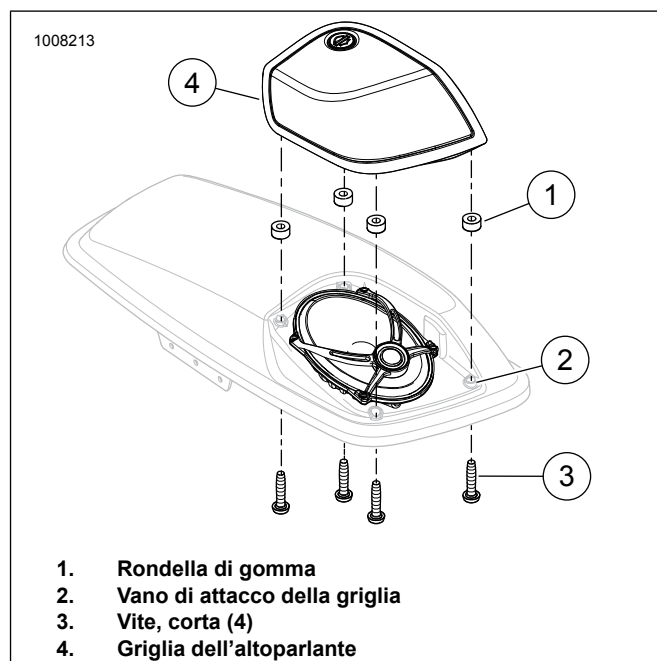

Figura 25. Installazione e rimozione della griglia
22. Vedere la figura 25. Collocare le rondelle di gomma (1) nel vano di attacco della griglia (2).